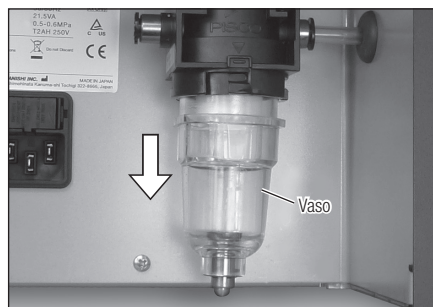

Fig. 35
- 6) Retire el vaso (Fig. 35).